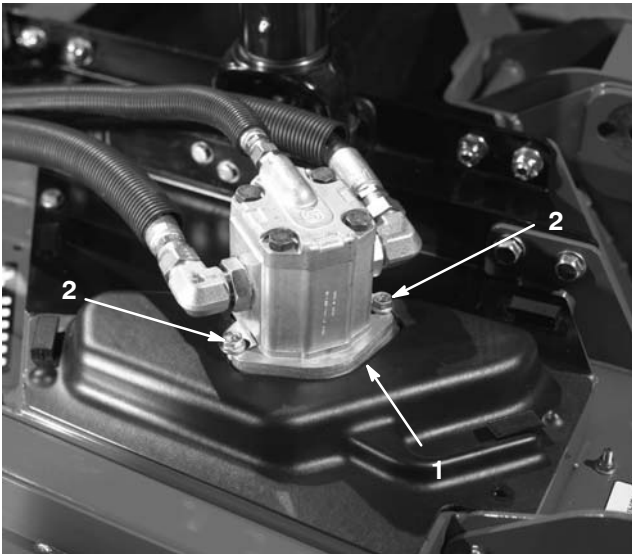

Figure 87
3. Enlevez les boulons qui fixent le moteur hydraulique au plateau de coupe (Fig. 87). Soulevez le moteur et placez-le sur le dessus du plateau de coupe.